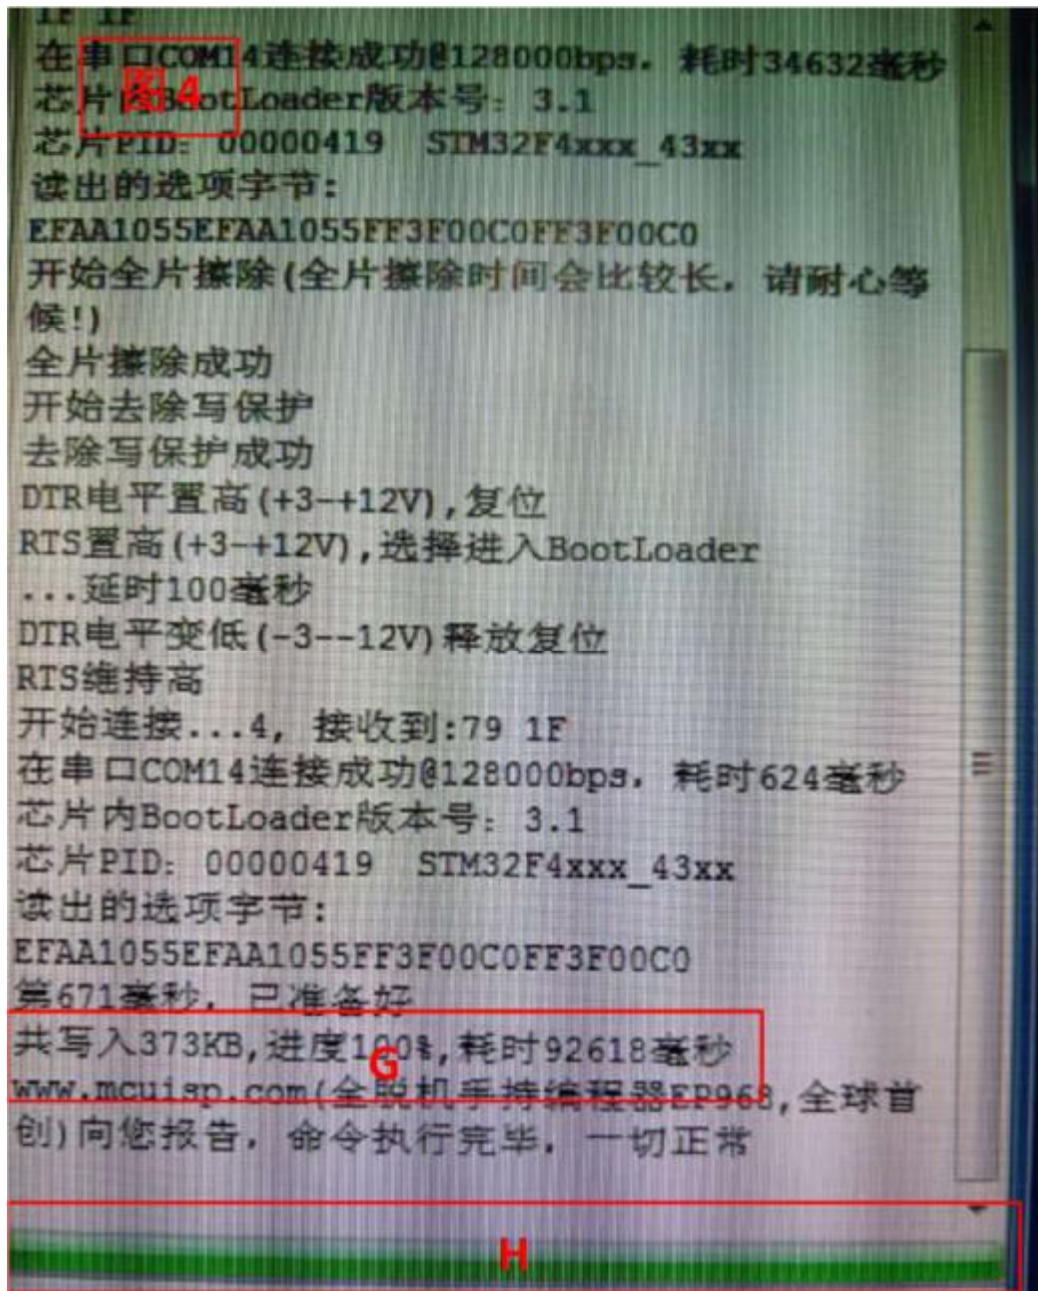

图 4
- 8、当烧写完成后，烧写进度如图 4 “G”，进度完成 100%以及“H”处绿色进度条完全填充。